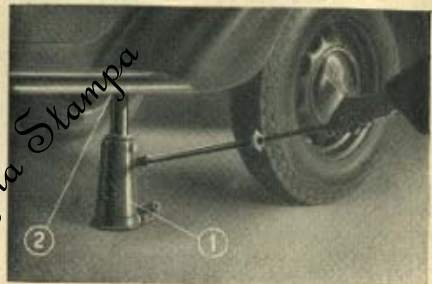

Fig. 39. - Sollevamento della parte anteriore della vettura.
Per sollevare sia la parte anteriore che la parte posteriore della vettura, il martinello deve essere esclusivamente applicato sotto i longheroni in corrispondenza delle apposite borchie (2) (ved. fig. 39).